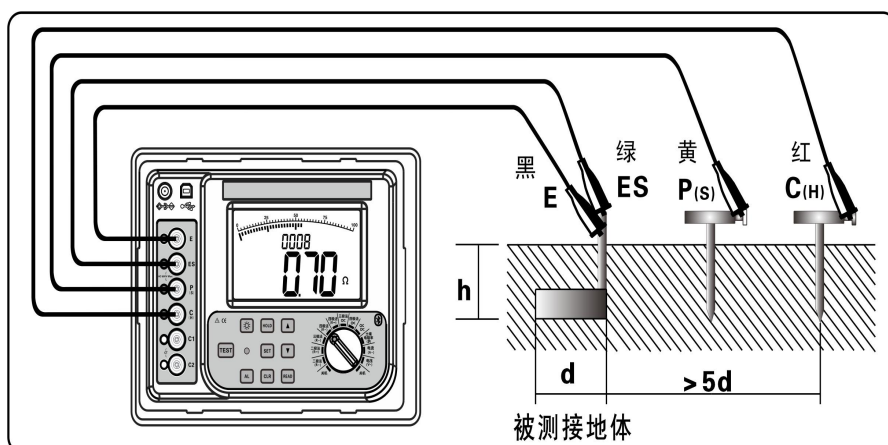

图 8（四线测试接地电阻示意图）
如图 8：从被测物体起，分别将 P(H)、C(H) 辅助接地棒呈一条直线深埋入大地，将接地测试线(黑、绿、黄、红)从仪表的 E、ES、P(S)、C(H) 接口对应连接到被测接地极 E、辅助电压极 P(S)、辅助电流极 C(H) 上。